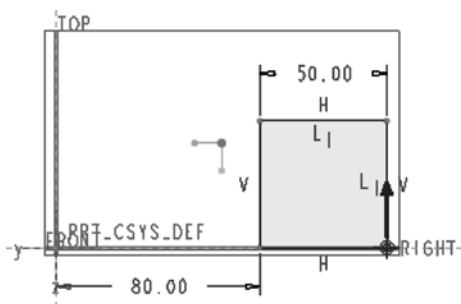

图 3-69 绘制截面 1
③ 在“旋转混合”选项卡中打开“截面”面板，在草绘收集器右侧单击“定义”按钮，弹出“草绘”对话框，选择“RIGHT（基准平面）”作为草绘平面，以“TOP（基准平面）”为“左”方向参考，单击“草绘”对话框中的“草绘”按钮，进入草绘模式。
④ 单击“草绘视图”按钮，定向草绘平面使其与屏幕平行。接着使用相关的草绘工具绘制如图 3-69 所示的截面 1，单击“确定”按钮。